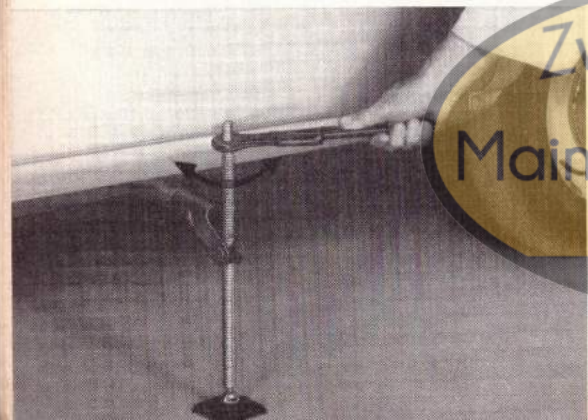

Abb. 57
■ Führungsstück des Wagenhebers in die Wagenheberstütze am Rahmen stecken. Gewindespindel so weit nach unten drehen, bis die Bodenplatte belastet ist. Wagenheberschlüssel, die Inschrift „Auf“ nach oben, auf das Flachkant der Spindel stecken und von rechts nach links drehend Wagen hochheben (Abb. 57).